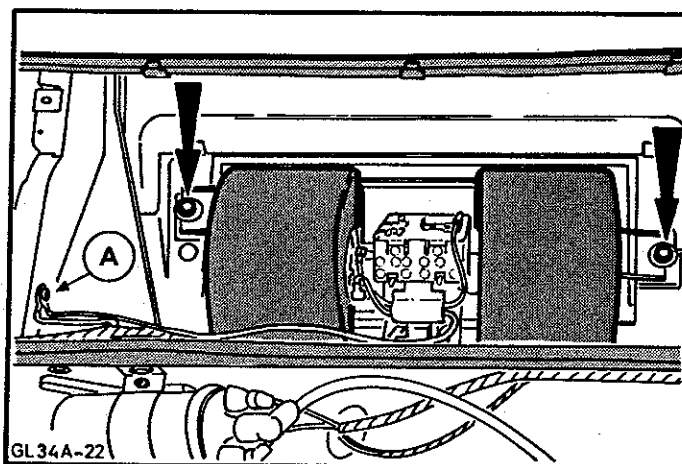

Abb.38 Gebläse einbauen
12. Gebläse einbauen (2 Muttern) und Kabel anschließen, Abb.38.